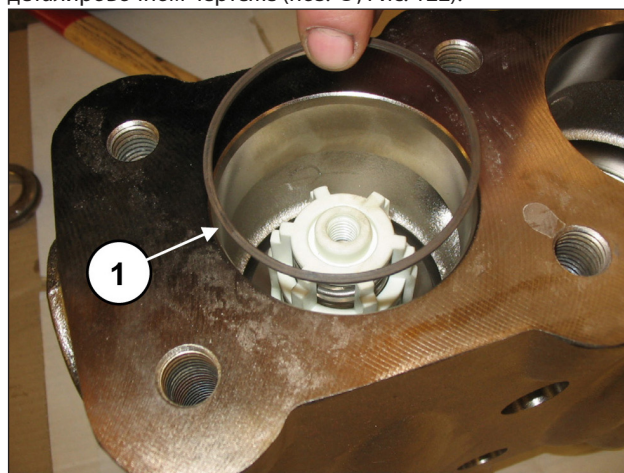

Рис. 122
Вставьте антиэкструзионное кольцо, поз. №16 на детализовочном чертеже (поз. ①, Рис. 122).